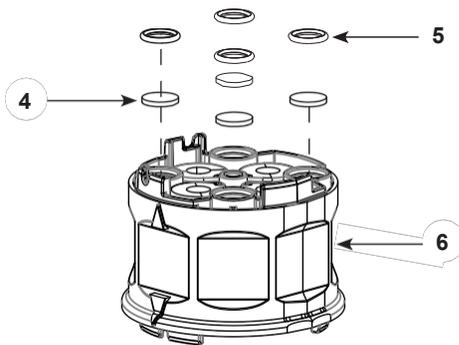

Figura 23 Montar la carcasa de la válvula de pellizco
**NOTA:** Cada vez que se desmonte la bomba, debe sustituirse la junta del bloque en Y (elemento 10 de la figura 23).
2. Véase la figura 23. Monte los discos filtrantes (4) y las juntas tóricas (5) en el bloque de la cámara de la válvula de presión (6).